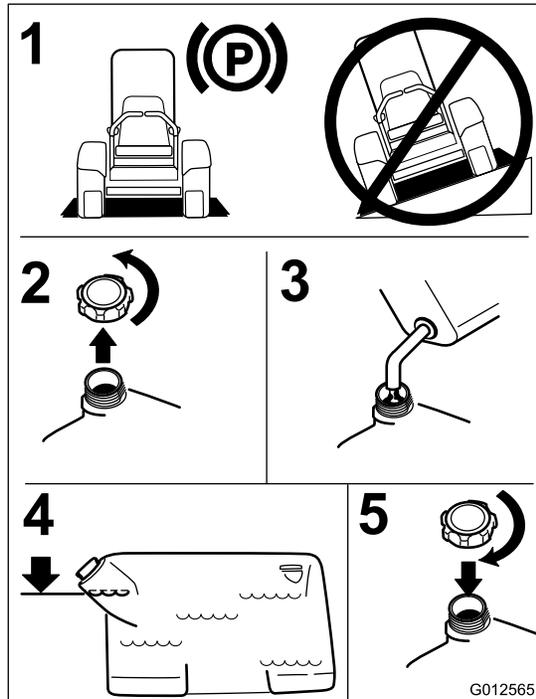

Figura 7
4. Llene el depósito de combustible hasta la parte inferior del cuello de llenado. Asegúrese de dejar un espacio vacío en el depósito para permitir la dilatación de la gasolina Figura 7.